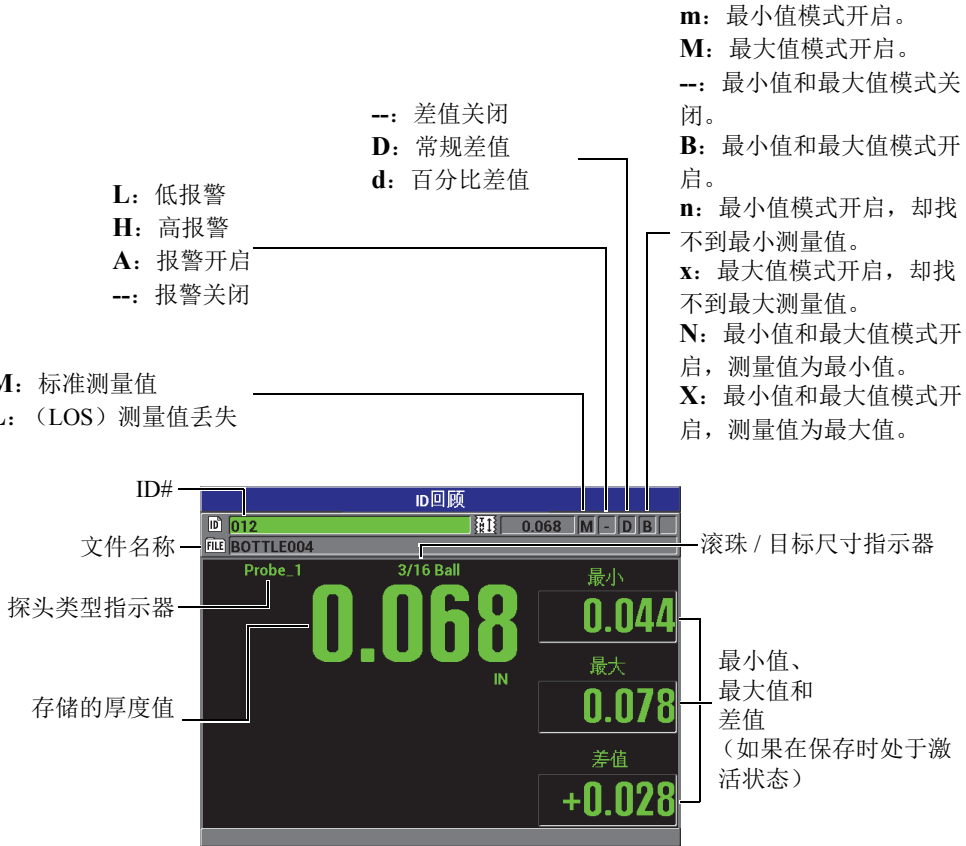

图 7-15 ID 回顾屏幕
第 120 页的图 7-15 为一个 ID 回顾屏幕的示例，并对示例中的内容进行介绍。这些标志与仪器使用发送指令时所传输的状态词的单字母缩写相同。
2. 仪器显示测量屏幕时，按 **[标识码]** 键，打开 **ID 回顾** 屏幕（参见第 120 页的图 7-15）：